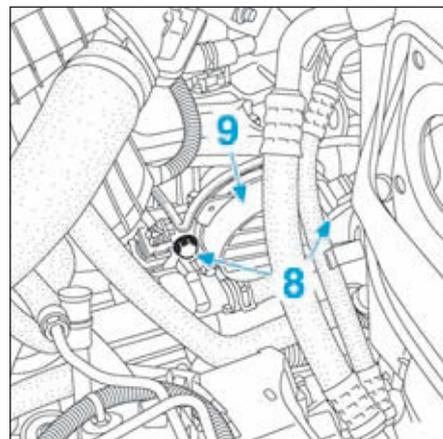

FIG.20
- Déposer les vis de la pompe à vide (8), puis déposer la pompe à vide (9) (Fig.20).